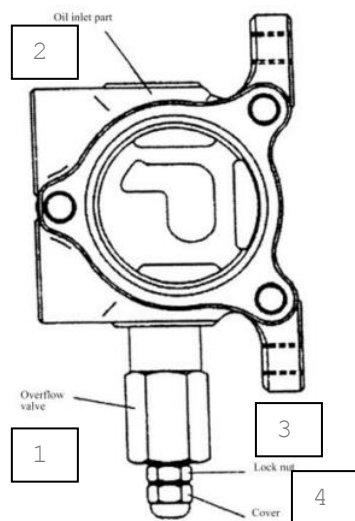

Рис. 9.7. Регулирование давления предохранительного клапана: 1 – перепускной клапан; 2 – порт входа масла; 3 – контргайка; 4 – крышка
3.8.3.3. Метод регулирования давления предохранительного клапана (Рис. 9.7).